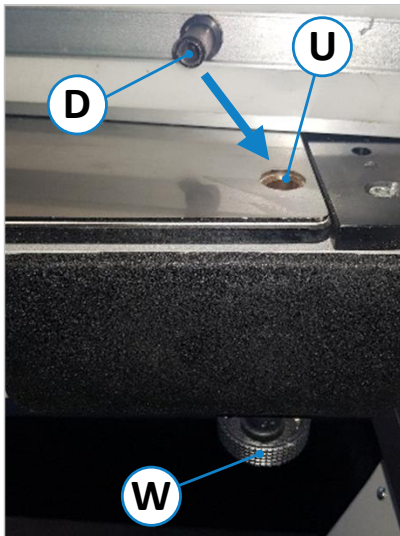
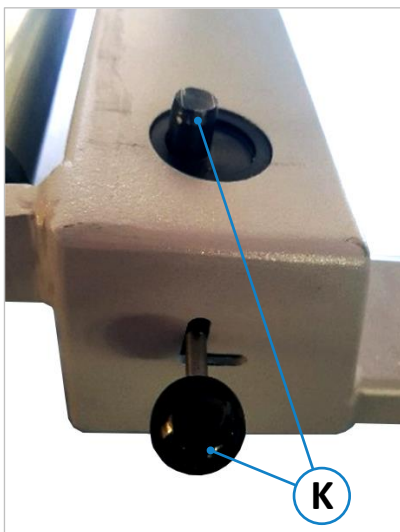
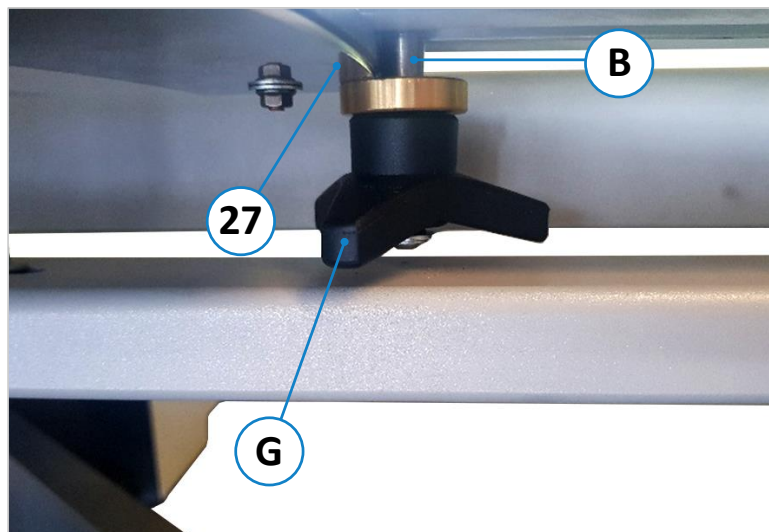

Figure 25 : monter le guide télescopique
Figure 27 : préparer une coupe à 90°
Figure 28 : placez le boulon de guidage sur la plaque d'angle
- Poser le guide télescopique (13) sur le châssis à équarrir (22) en introduisant le palier de rotation (D) du guide télescopique (13) dans le guide d'arrêt (U) du châssis à équarrir (22), voir ⇒ Figure 25.
- Enclencher le guide télescopique (13) sur le châssis à équarrir (22) avec le boulon d'arrêt arrière (K) dans la rainure prévue sur le guide télescopique (voir ⇒ Figure 27). Le boulon de guidage (B) doit être en contact avec la plaque de butée angulaire (27), voir ⇒ Figure 28.
- Desserrer le levier pour le boulon d'arrêt (K), la poignée-étoile (G) et la molette d'arrêt (W) (voir ⇒ Figure 25, ⇒ Figure 27 et ⇒ Figure 28).